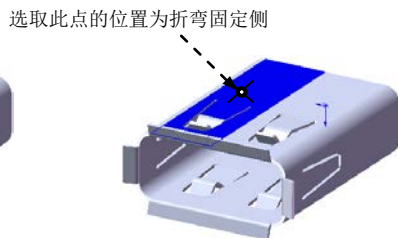

图 10.70 固定侧的位置
(3) 定义绘制的折弯参数。在图 10.70 所示的位置处单击，确定折弯固定侧；在 **折弯位置:** 选项选取“折弯在外”按钮 ，并在其后文本框中输入角度值 5；取消 ☐ **使用默认半径(R)** 复选框，在  文本框中输入折弯半径值 10。
(4) 单击  按钮，完成绘制的折弯 12 的创作。